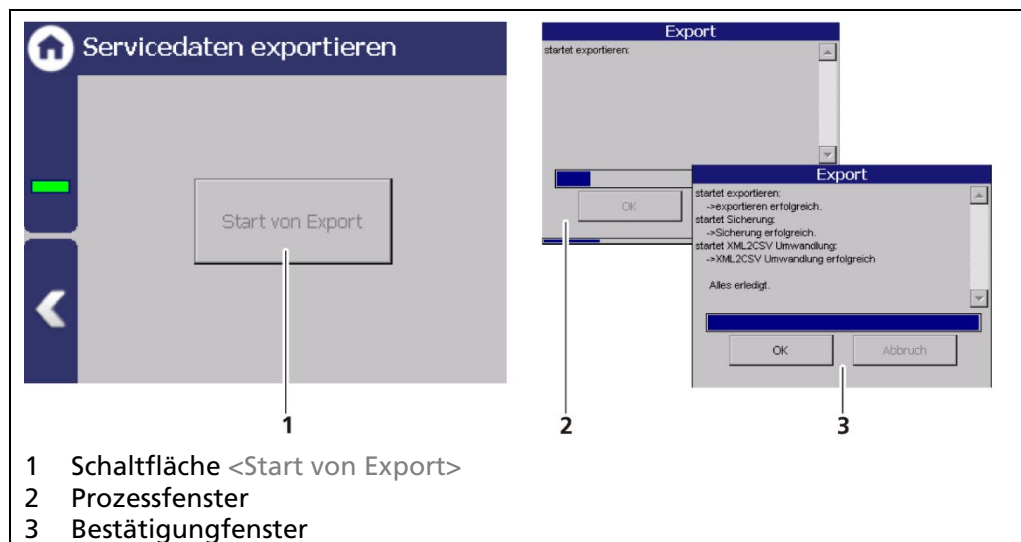

Abb. 146 Servicedaten exportieren
2. Der USB-Speicher wird nach einigen Sekunden vom System erkannt und die Schaltfläche < Start von Export > (Abb. 146, Pos.1) kann angeklickt werden.
3. Klicken Sie auf die Schaltfläche < Start von Export > (Abb. 146, Pos.1).
- ▶ Das Prozessfenster (Abb. 146, Pos.2) öffnet sich und der Export wird durchgeführt.
- ▶ Nach erfolgreichem Export wird ein Bestätigungsfenster (Abb. 146, Pos.3) angezeigt. Beim Exportieren wird ein neuer Ordner „Backup_LB470“ mit einer Backup-Datei (.xml) wird erstellt.